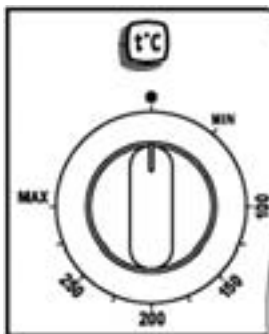

Рис. 12
- ручкой терморегулятора (рис.12) задается температура нагрева духовки, которая поддерживается автоматически.